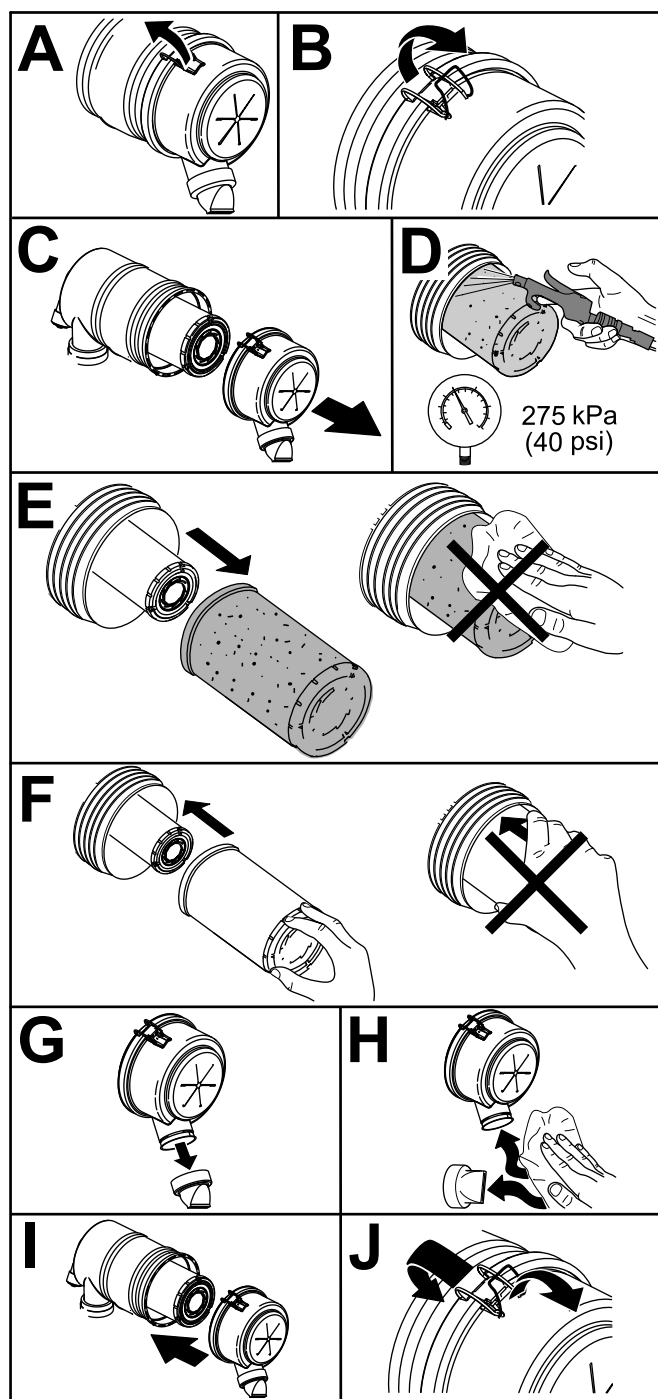

Рисунок 83
1. Замените воздухоочиститель (Рисунок 83).